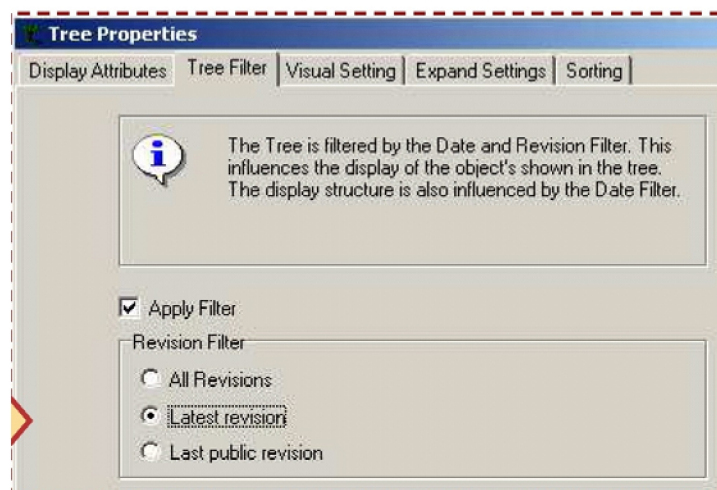

Рис.10. Настройка показа только последних документов при просмотре
- Перейдите на закладку Tree Filter и включите фильтр «Apply Filter», чтобы показывать только последние документы при просмотре (рис. 10).